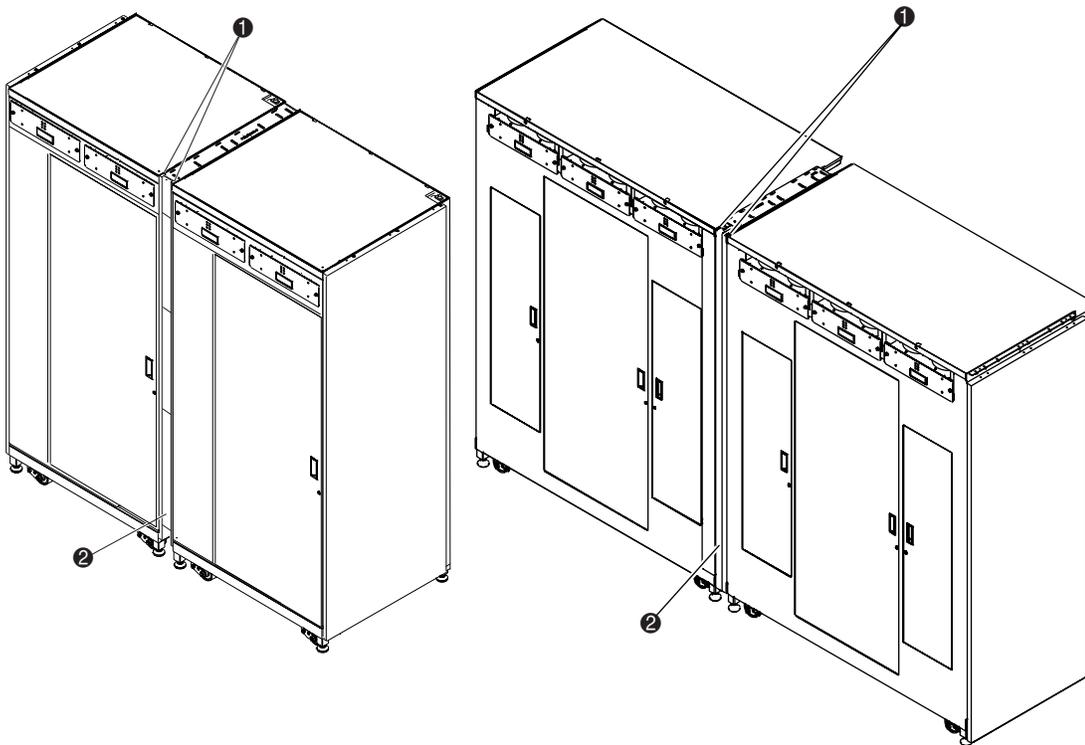

Abbildung 2-18. Anbringen des hinteren Verkleidungsprofils
3. Befestigen Sie die hintere Verkleidung mit den Schrauben (Teilenr. 0615112) an der oberen Schrankverbindungsplatte (❶ Abbildung 2-18).